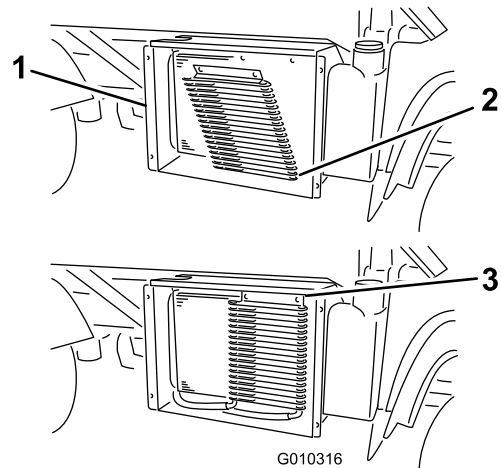

図 53
6. ラッチを外し、オイルクーラを装備している場合にはそれを倒してラジエーターから遠ざける (図 53)。